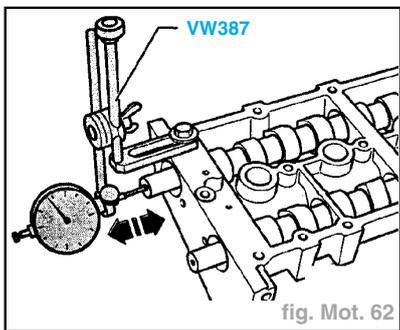

fig. Mot. 62
- Effectuer la mesure lorsque le carter d'arbres à cames est déposé et le bouchon monté (fig. Mot. 62).